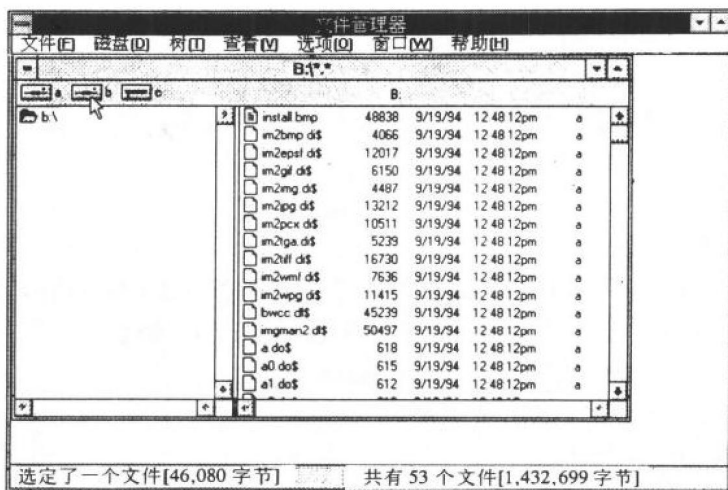

图 0.0 Disk 1 of 6 的内容
2. 将 Advanced Schematic 的安装软盘“Disk 1 of 6”放入 B 驱动器中(如果你的 A 驱动器是 3.5 英寸,则可使用 A 驱动器),并且用鼠标选择 B 驱动器。屏幕将出现如图 0.0 的画面,窗口右半边是显示 B 磁盘的所有文件。为了节省所需的软盘,几乎所有的文件都经过压缩处理。